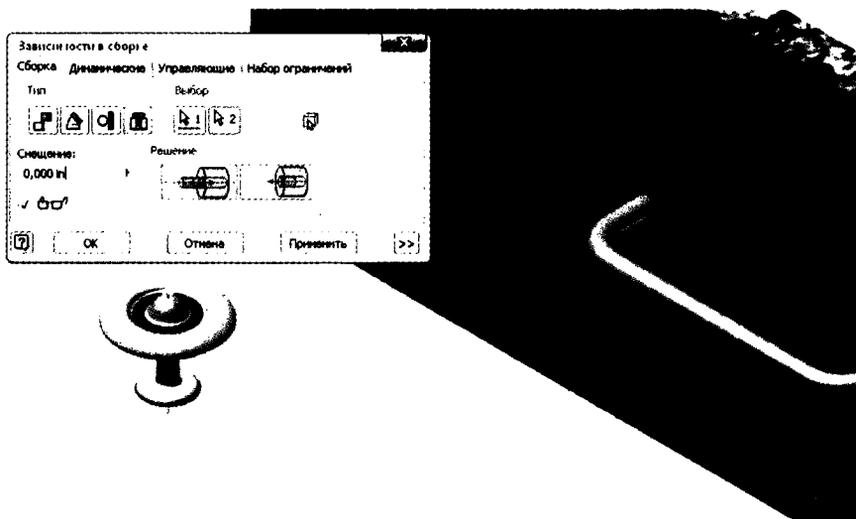

Рис. 15.12. Размещение ручки в технологическом отверстии ящика
10. Создайте зависимость **Вставка** между маленьким отверстием на грани ящика и нижней частью ручки, как показано на рис. 15.12, нажмите **OK**.